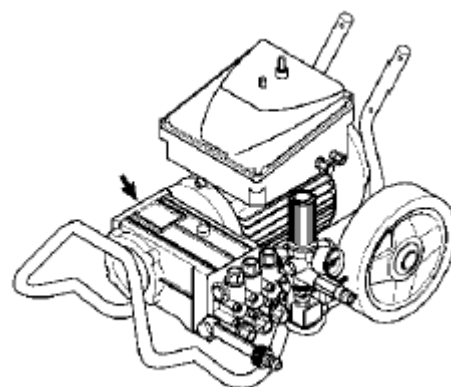

рис.6
8. Никогда не используйте электрокабель или соединительные трубки для передвижения аппарата. Не используйте электрокабель для непосредственного включения и выключения аппарата (рис.6). Не используйте аппарат, если поврежден электрокабель, шланг, пистолет или какие-либо другие части аппарата.